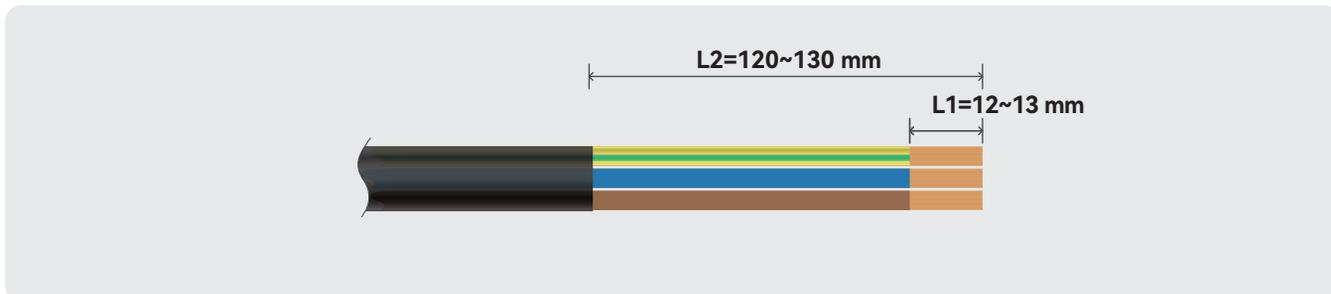

Abbildung 5-3 Abisolierschema für Kabel
- Wählen Sie ein 2,5 mm² + Kabel und isolieren Sie es gemäß Abb. 5-3 ab. Abisolierlänge L1=12 mm~13 mm, L2=120~130 mm.